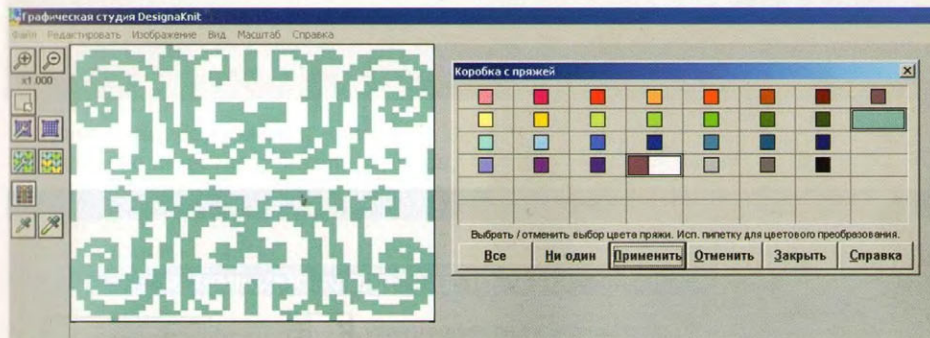

рис. 16
4. Если нас не устраивают цвета фона или рисунка (или того и другого), можно с помощью инструмента «малая пипетка» заменить их в цветовой палитре. Для этого перенести «малую пипетку» на цвет, который нужно заменить, далее выбрать в палитре новый цвет. Нажать на новый цвет в палитре, а затем на кнопку «Применить». Цвет поменялся (рис. 16).